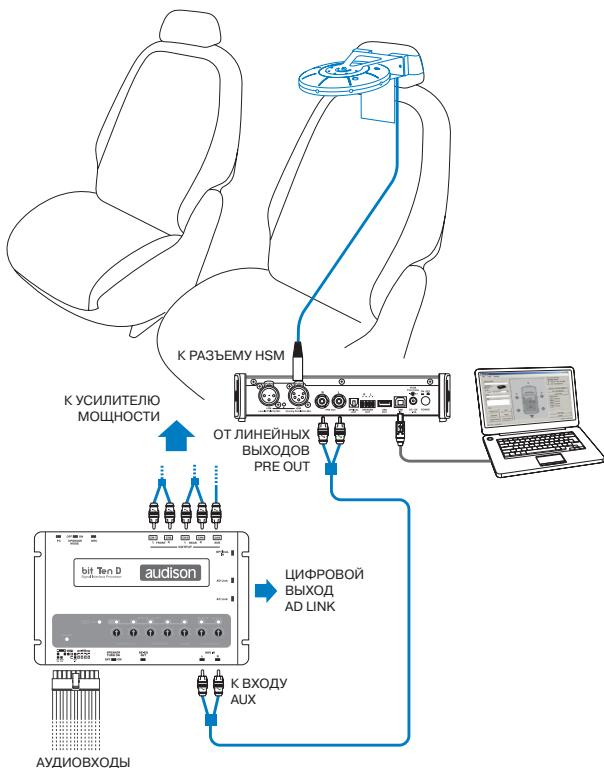
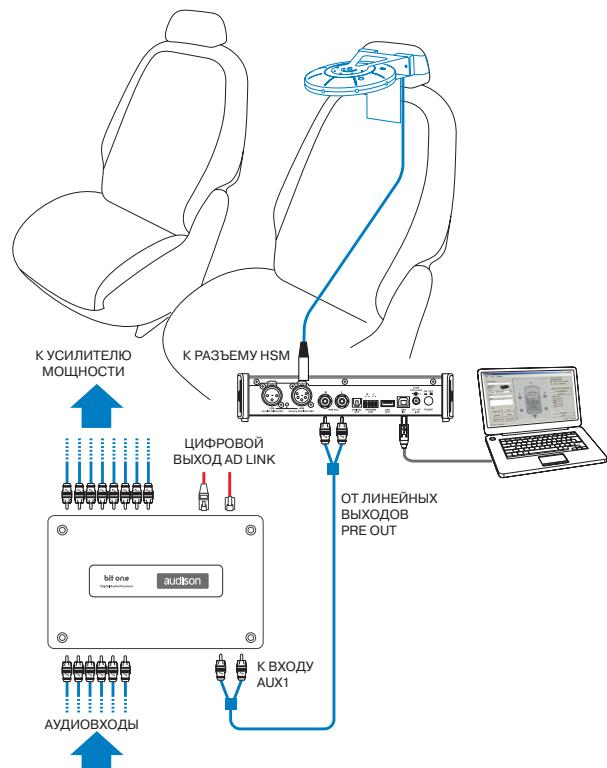

Рис. 1: Схема подключения для bit Ten (D)
Рис. 2: Схема подключения для bit One
**1.** Подключите bit Tune к аудиопроцессору bit Ten (D) (рис. 1) или bit One (рис. 2).